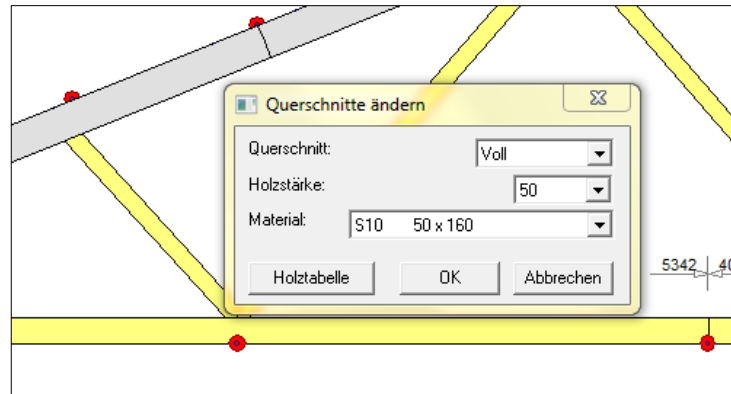

Abb. 2.18
*schnitte ändern* (Abb. 2.18) wählen Sie aus der Auswahlliste für *Material* den nächsthöheren Querschnitt, 50x160. Die zu ändernden Stäbe werden in grauer Farbe dargestellt. Im Falle der aktivierten Symmetriefunktion werden der linke und rechte Obergurt angepasst.